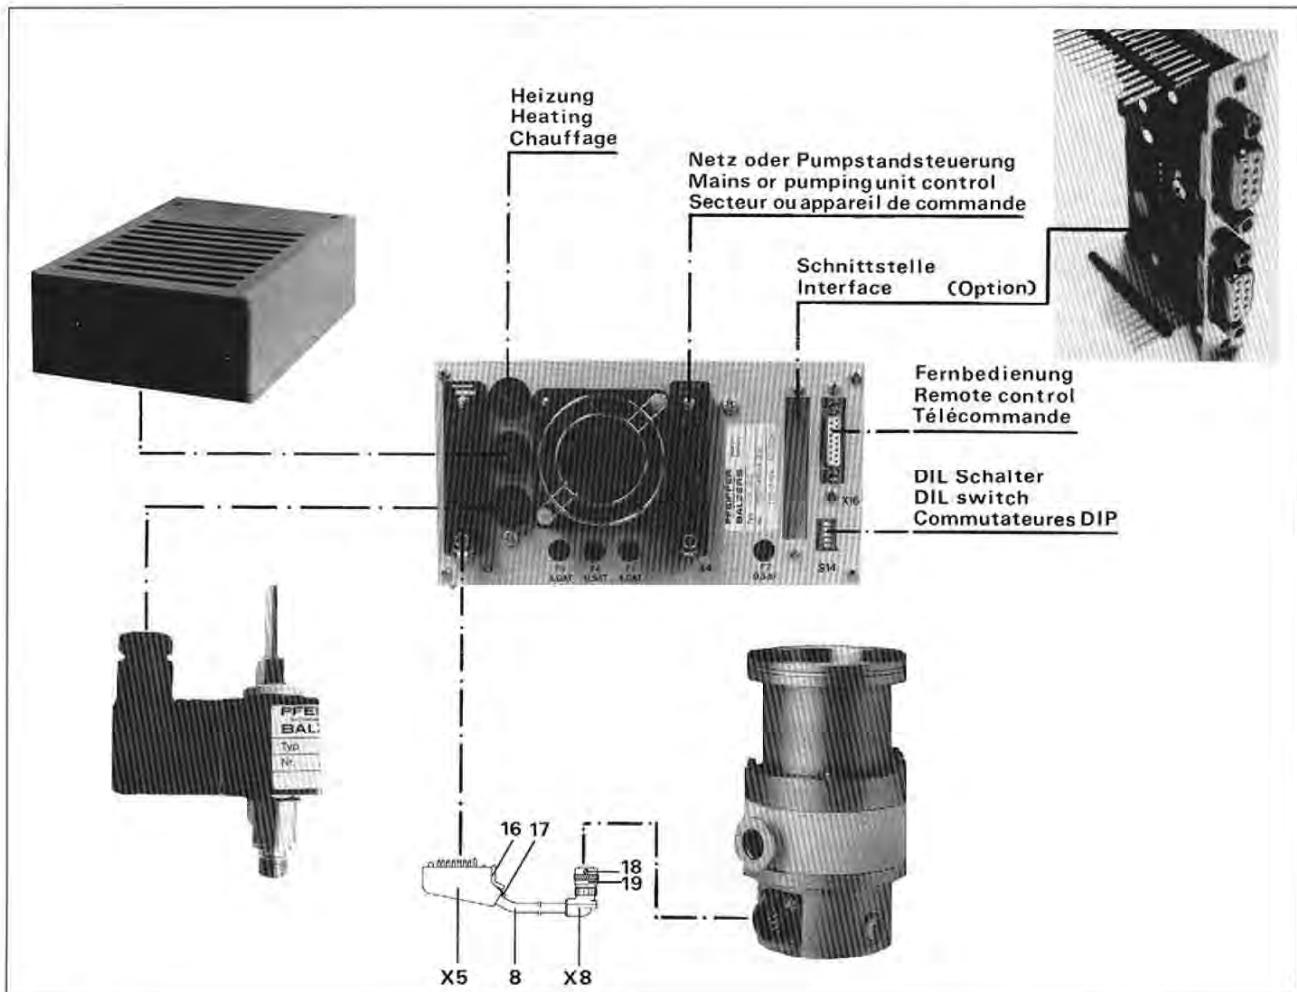

Fig. 6
- Anschluß an der TCP Steckerverbindung X5, an der Turbopumpe Steckverbindung X8, Fig. 6.
- Connection to TCP connector X5, at turbo pump connector X8, Fig. 6.